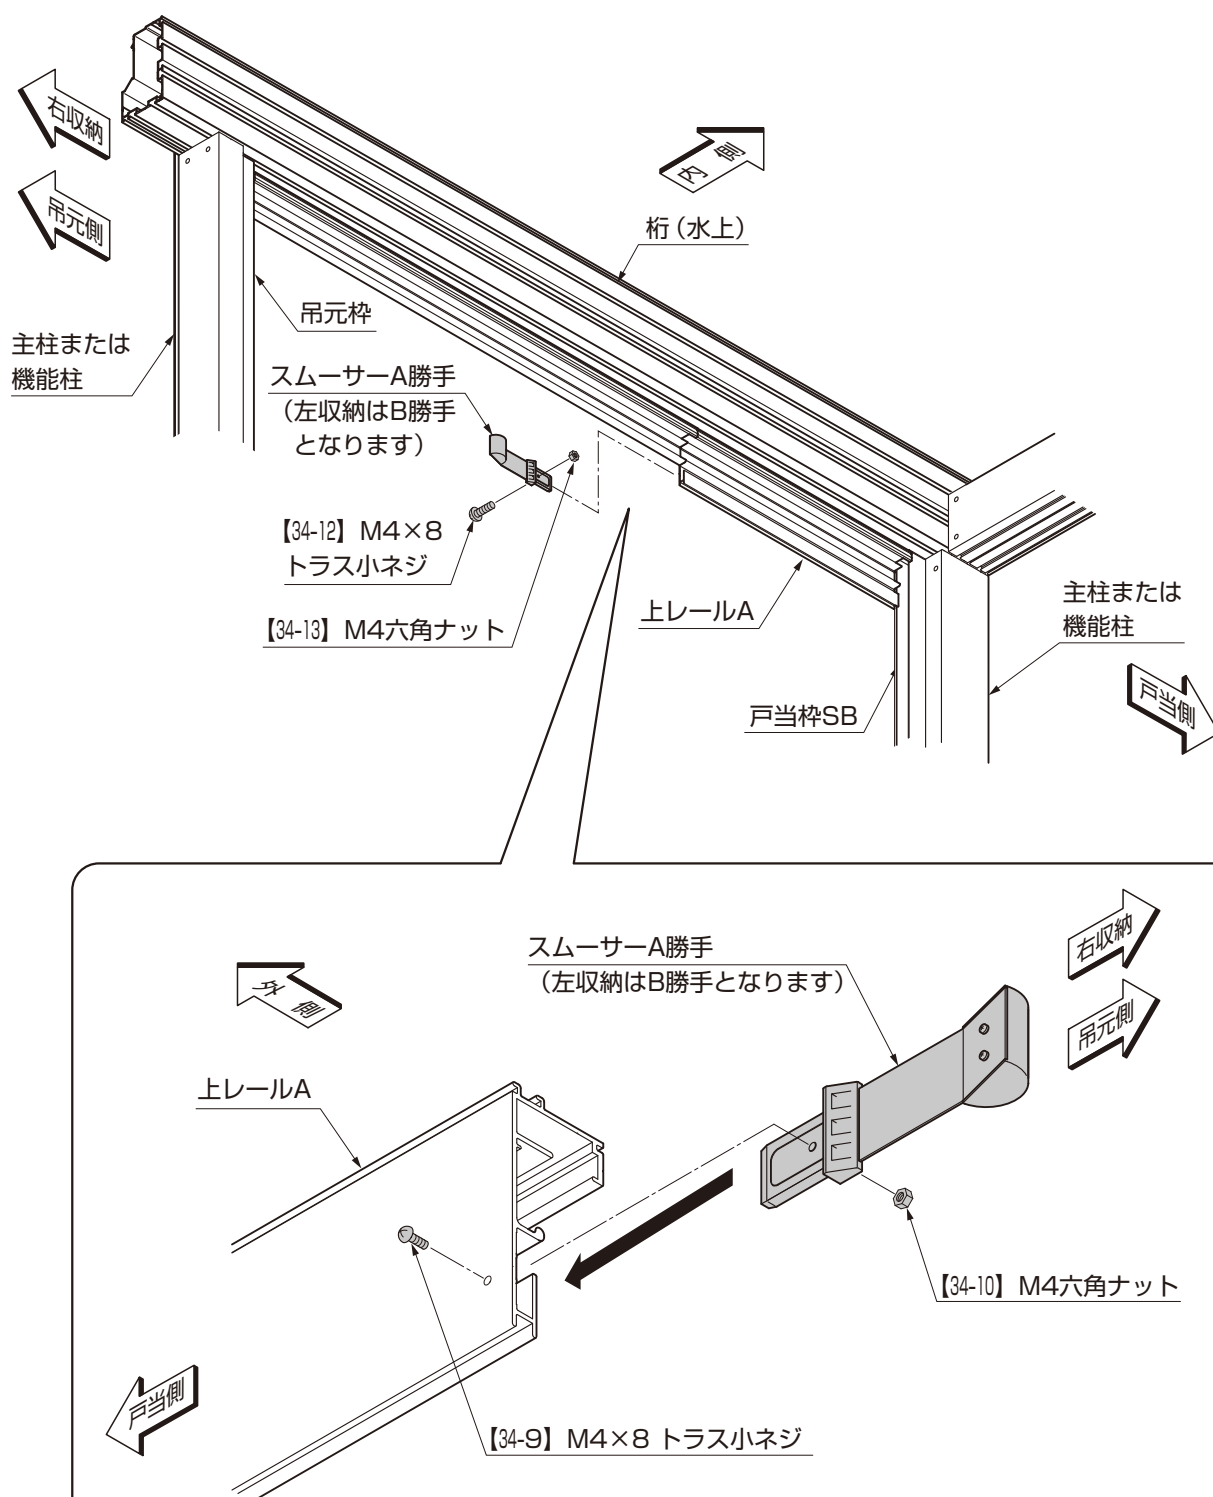

図5-1 スムーサーの取付け
①上レールAにスムーサーA勝手を【34-12】、【34-13】で取付けてください。(図5-1参照)